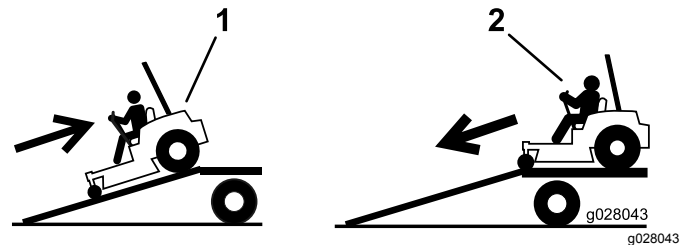

Figura 41
2. Baje la máquina por la rampa conduciendo hacia adelante (Figura 41).